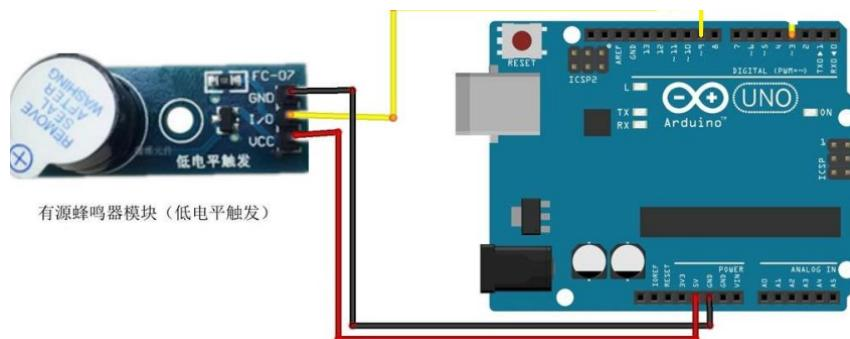

图 8.2: 实验接线图
- (1) 按照如图8.2所示的方式完成接线；
- (2) 打开 Arduino IDE，输入程序；
- (3) 检查无误后上传程序；
- (4) 分别对有源蜂鸣器与无源蜂鸣器进行实现，比较他们发出的声音。
在本实验中，有源蜂鸣器与无源蜂鸣器的接线图一样，均如图8.2所示。